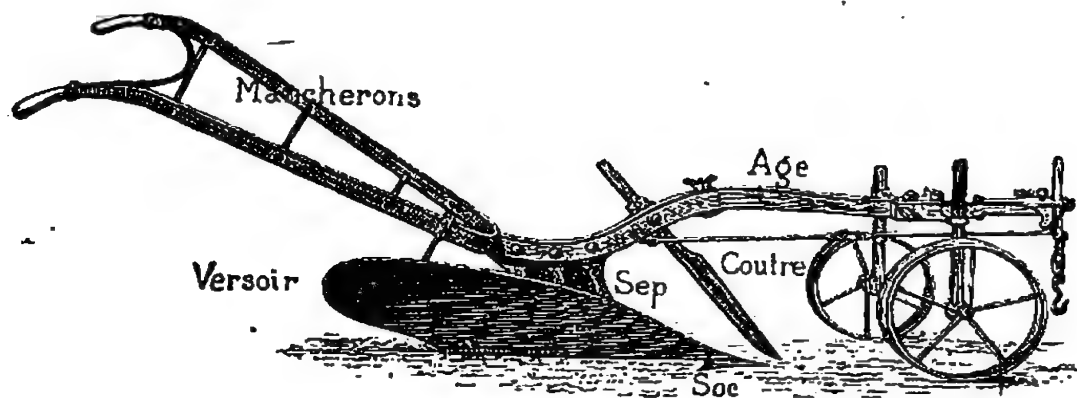

Fig. 325. — Charrue ordinaire.
Dans les jardins, les labours s'effectuent à l'aide de la *bêche*, de la *houe* et de la *pioche*. Dans les champs, on emploie surtout la *charrue* (fig. 325).
**3. Charrue.** — La *charrue ordinaire* (fig. 325) comprend :